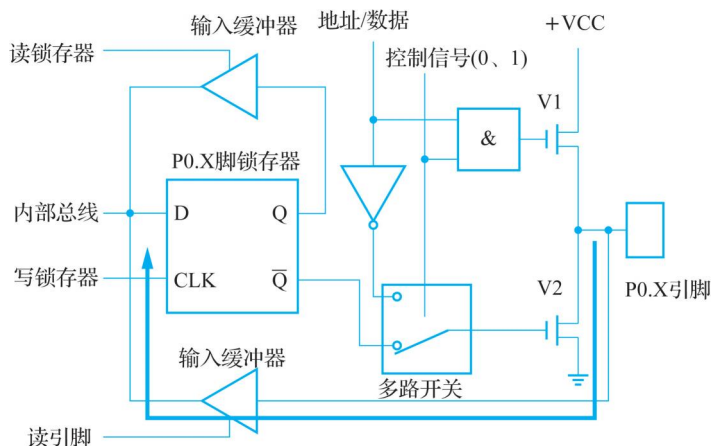

图 1-15 P0 口读引脚示意图
(1) 读引脚。读芯片引脚上的数据, 读引脚数时, 读引脚缓冲器打开(即三态缓冲器的控制端要有效), 通过内部数据总线输入, 如图 1-15 所示(粗线箭头)。